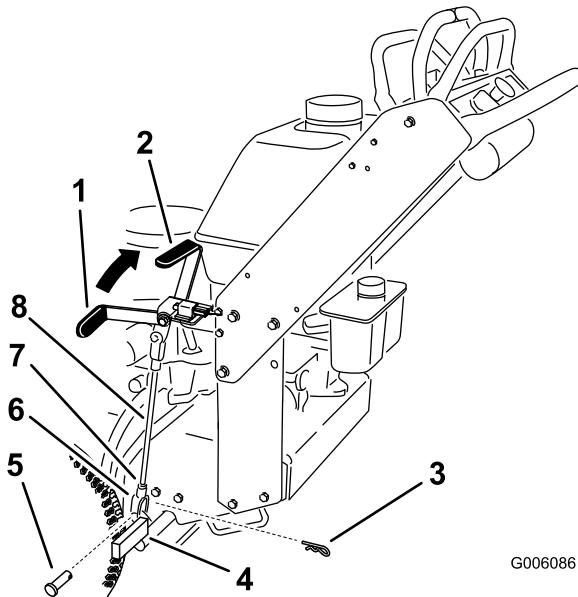

Figura 44
Nota: Cuando el freno está puesto, la palanca de freno debe estar en la posición de la 1 (Figura 44).
5. Afloje las contratuerca superior e inferior (Figura 44).
6. Para ajustar el freno, retire el pasador de horquilla y el pasador de la palanca de freno inferior (Figura 44).
- Gire la varilla del freno en las horquillas. Para apretar el freno, aumenta la distancia entre las horquillas. Para aflojar el freno, reduzca la distancia entre las horquillas (Figura 44).
- Fije la horquilla a la palanca de freno inferior con el pasador de horquilla y el pasador (Figura 44).
- Apriete las contratuerzas superior e inferior (Figura 44).